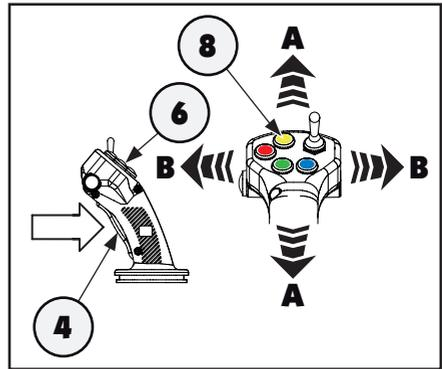
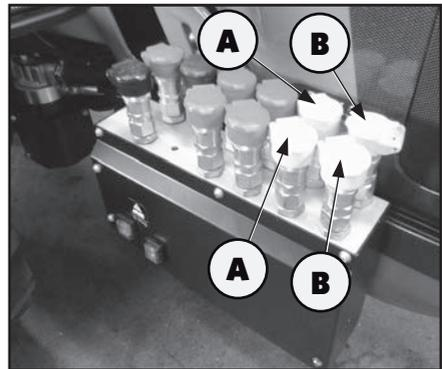

Abb. 5.69
Abb. 5.70
Wenn der Joystick (6) in die in der Abbildung (Abb. 5.69) gezeigte Richtungen bewegt und gleichzeitig die Sicherheitstaste (4) (Tot Mann-Taste) gedrückt wird, dann werden durch Drücken der gelben Taste (8) die Schnellkuppler gespeist, wie in Abbildung (Abb. 5.70) dargestellt.